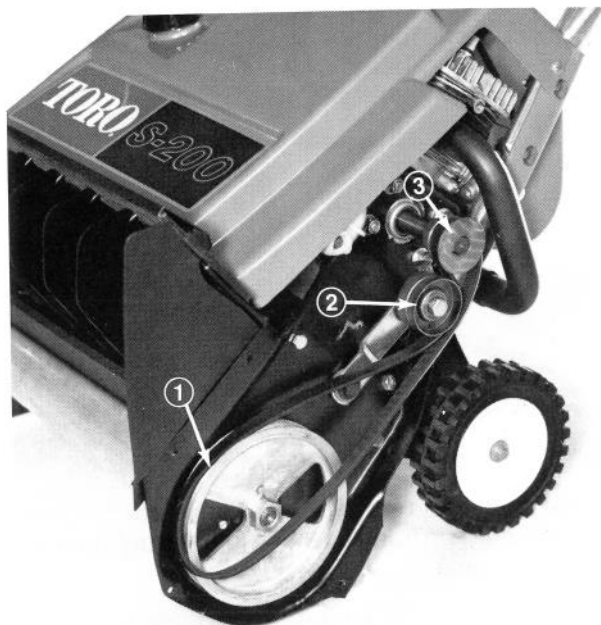

Figure 17
5. Pour installer la courroie neuve, passez-la autour de la poulie du moteur, sous la poulie de tension, et autour de la poulie du rotor (Figure 17).